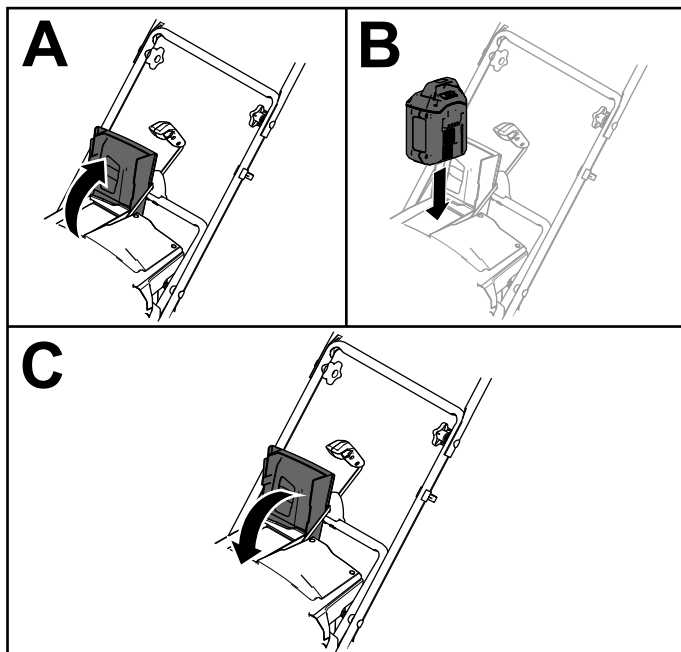

Figure 10
2. Soulevez le couvercle du compartiment de la batterie (A de Figure 10).
3. Placez le creux de la batterie devant la languette sur la machine, et insérez la batterie dans le compartiment jusqu'à ce qu'elle s'enclenche en position (B de Figure 10).
4. Refermez le couvercle du compartiment de la batterie (C de Figure 10).